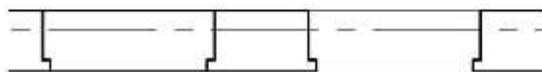

Рисунок 8.12 - Редактирование мест вставки оконных проемов
3. Отредактировать места вставки оконных проемов – обрезать участок стены, используя команду: «Разорвать» (рисунок 8.12).